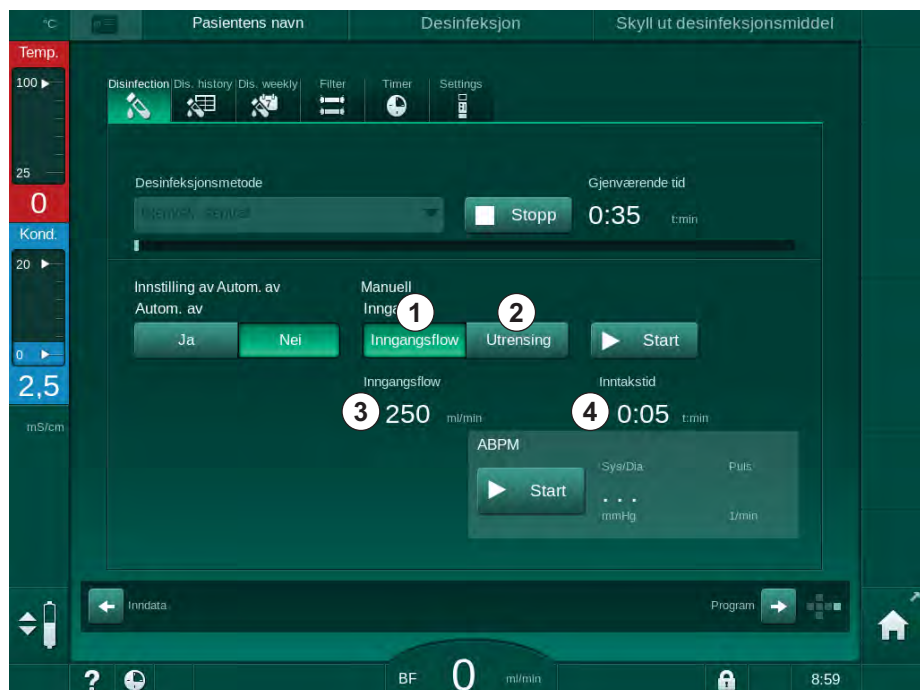

Fig. 7-10 Manuell kjemisk desinfeksjon, sentral
I den første delen av denne desinfeksjonsmetoden tas desinfeksjonsmiddel fra den sentrale vannforsyningen og pumpes gjennom maskinen (Fig. 7-10, ①). Inntaksflow ③ og inntakstid ④ er forhåndsinnstilt i modusen *Brukeroppsett*. Inntaksforsyningen stoppes etter at den innstilte tiden er over.